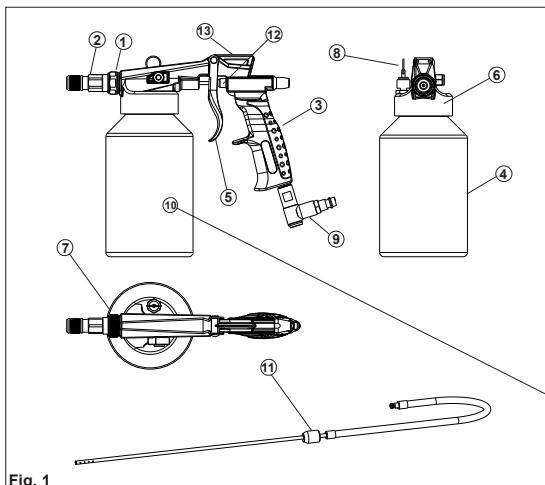

Fig. 1
- 13.2.1 Schmieren Sie regelmäßig die Luftventilstange Punkt 12 Fig.1 (z.B. nach Beendigung der Reinigungsarbeiten) mit einem geeigneten Schmiermittel (z.B. TUNAP Servicespray MF 900). Hängen Sie die airco well® Druckbecherpistole an dem Spezialhaken auf.